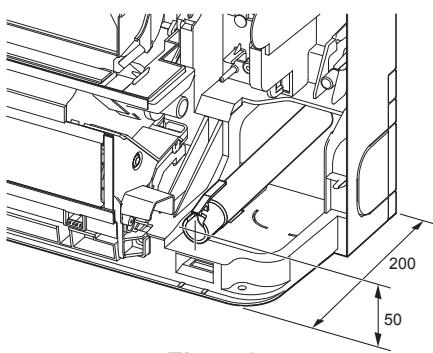

Fig. 5-3
- Tahliye hortumunu yerleştirirken, tahliye hortumunun gösterildiği gibi konumlandırdığınızdan emin olun. (Fig. 5-3)